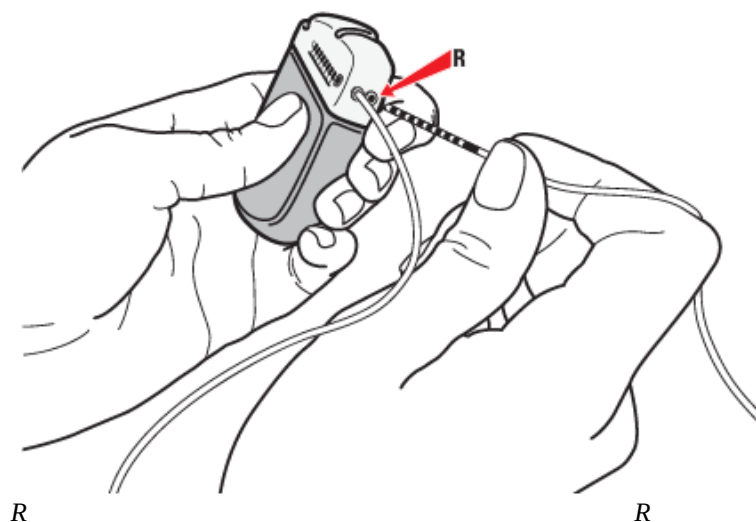

Рисунок 38. Соединение с портом R ИГИ
- b. Соедините удлинитель для правого полушария и порт R (или D) (рисунок 38).